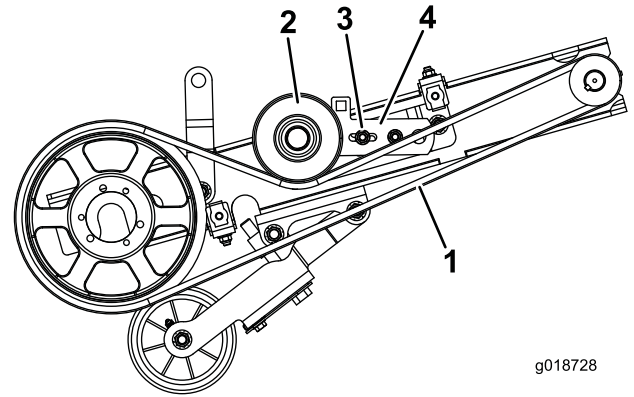

Bild 24
1. Entfernen Sie die Mutter und Schraube, mit denen die Spansscheibenhalterung (Schraube im geschlitzten Loch in der Halterung) an der Einstellhalterung für die Spannung befestigt ist (Bild 24).
4. Entfernen Sie die untere Riemenschutzvorrichtung und den Spindeltreibriemen (Bild 24).